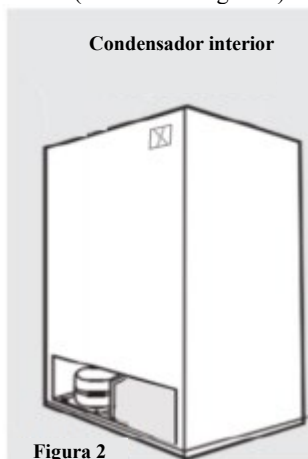

Figura 2
6. Coloque el refrigerador de forma que tenga acceso a la parte trasera del armario. (Consulte la Figura 2).